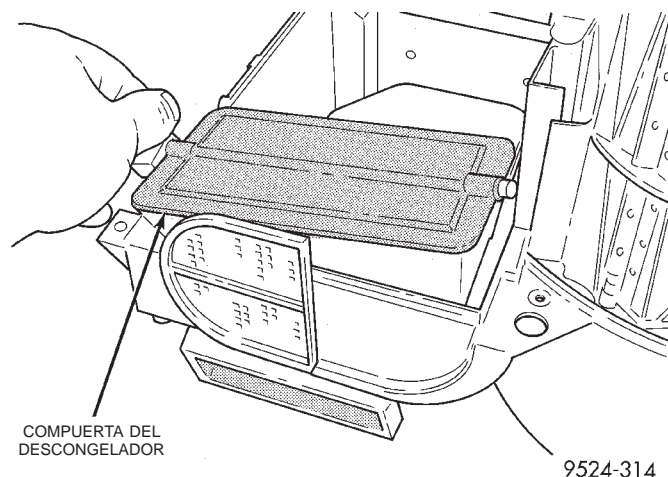

Fig. 107 Desmontaje de la compuerta del descongelador
(37) Retire la compuerta del descongelador de la caja (Fig. 107).